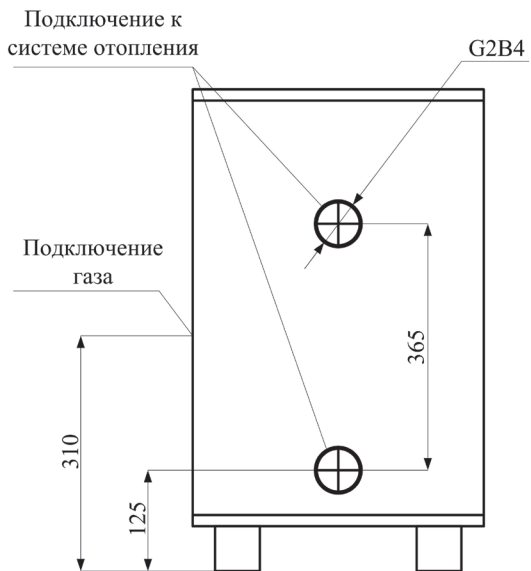

Рис. 2. Схема подключения котлов КСГ-10, КСГ-12,5
Отпустите ручку управления и убедитесь что запальная горелка горит (рис.2). Если запальная горелка погасла, повторите процедуру зажигания.
1. Нажмите кнопку включения и удерживайте её в нажатом состоянии (рис. 2).
Нажмите кнопку розжига и подождите запальную горелку, удерживая ручку полностью нажатой в течение нескольких секунд (рис. 2). Отпустите ручку управления и убедитесь, что запальная горелка горит. Если горелка погасла, повторите процедуру розжига.